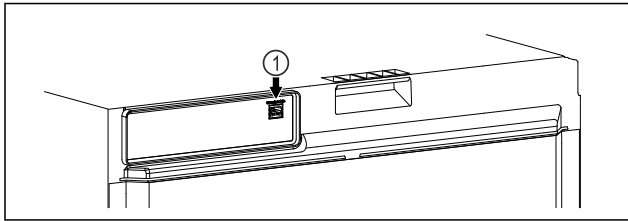

Fig. 109
- SmartModule Fig. 109 (1) este instalat.